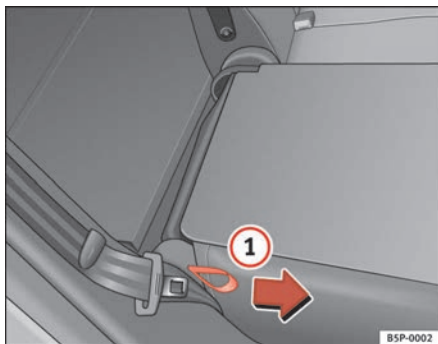

Fig. 99 Abatir o levantar el respaldo de los asientos posteriores
- Tire del lazo situado en el lateral del asiento ⇒ fig. 99 ①